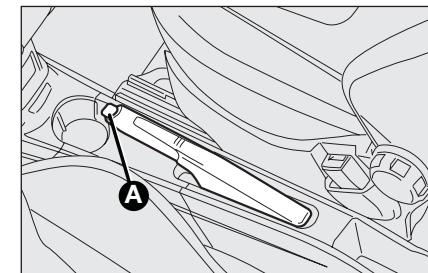

fig. 1
- levante un poco el freno de mano y pulse el botón de desbloqueo A-fig. 1;
- mantenga presionado el botón A y baje la palanca. Se apagará el testigo luminoso (1) del panel de instrumentos.